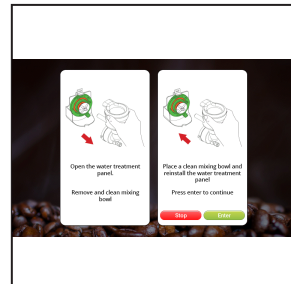

図6
5. ディスペンサーに「洗淨したミキシングボールとウォーターリートメントパネルを取り付けます。コンテニューを押してください。」（図6を参照）。